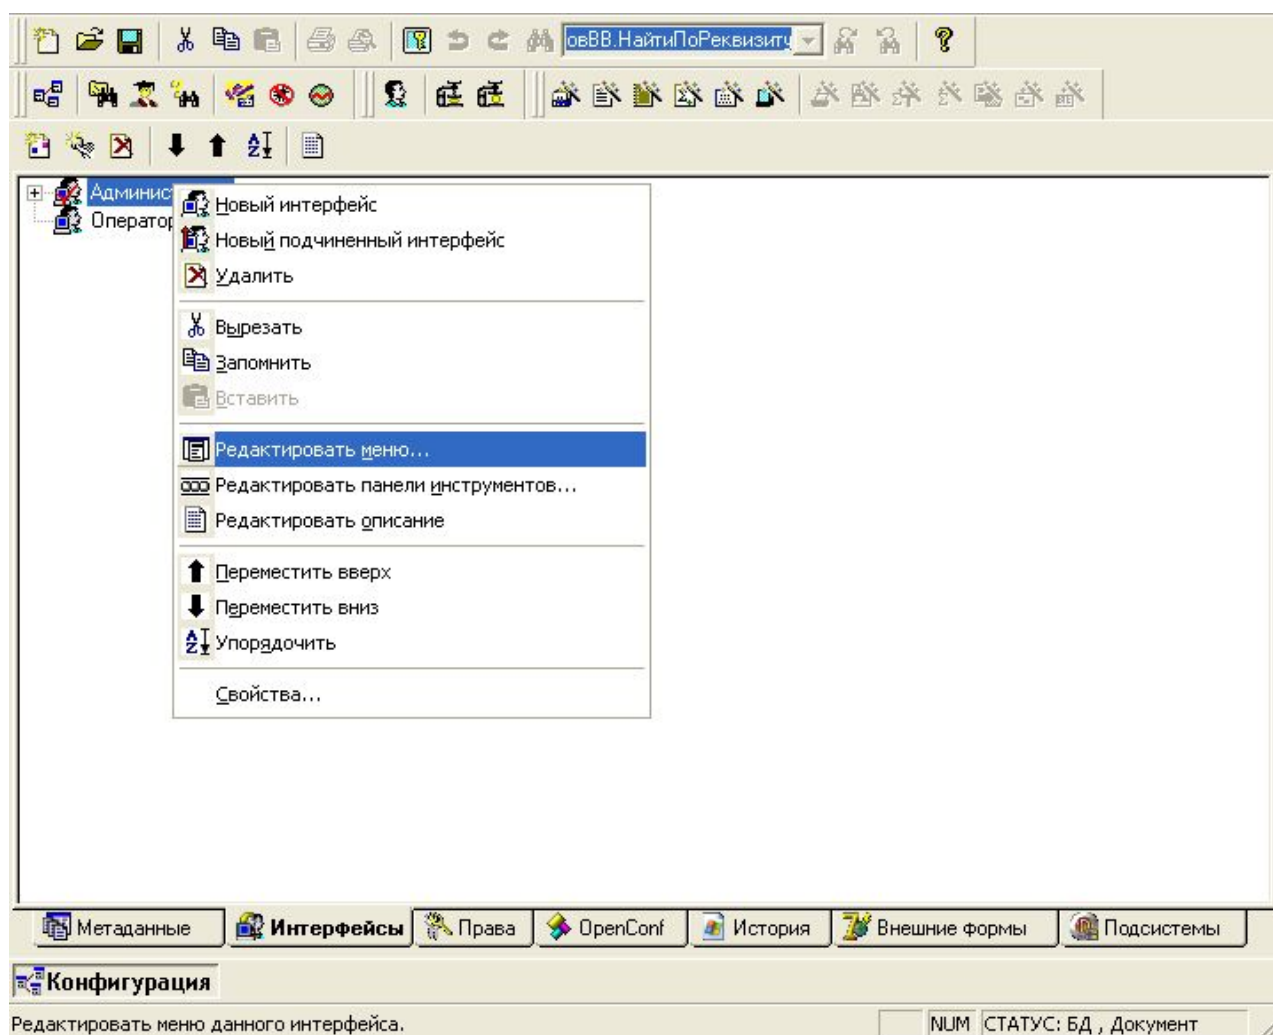

Рисунок 3. Выбор пункта «Редактировать меню...»
- указатель мыши установить на пользователя, в интерфейс которого необходимо добавить справочник «Весы». Затем нажать на правую кнопку мыши. Появится контекстное меню, в котором необходимо выбрать пункт «Редактировать меню...» (Рисунок 3);